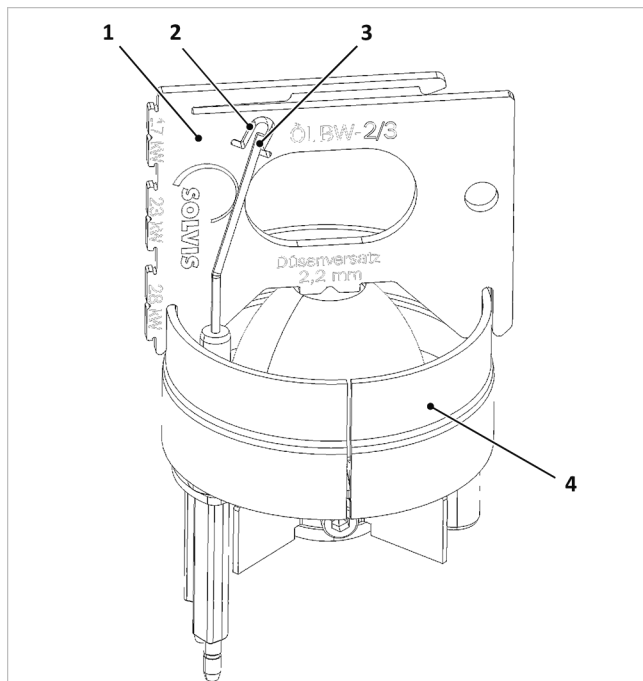

Fig. 145: Controllo degli elettrodi di accensione
1. Posizione degli elettrodi (3) come nella → fig. 145 controllare ed eventualmente correggere piegando con cautela.
2. Controllo della lunghezza minima. L'estremità inferiore della finestra di controllo (2) del calibro di regolazione fornisce la lunghezza minima degli elettrodi di accensione. Se la lunghezza degli elettrodi è solo leggermente questi dovranno essere sostituiti.